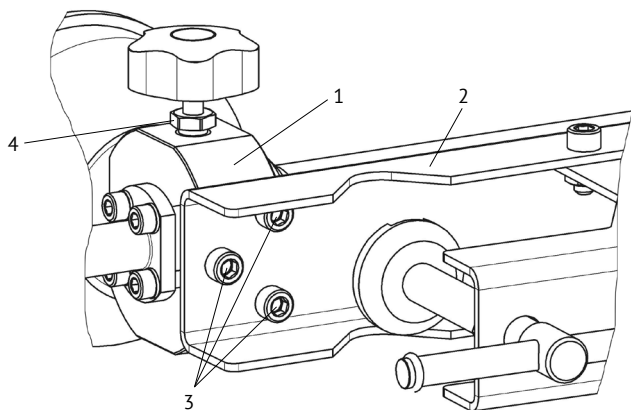

Рис. 2. Вид снизу
6.2 Присоедините *струбцину 2* (Рис. 2) к корпусу 1 тремя винтами 3.
7.13 Для компактной переноски пресса выверните ручки *штурвала 6*. Отсоедините *струбцину 2 (Рис. 2)* от корпуса *пресса 1*, вывернув *винты 3*.
| Подтекание из-под гайки вентиля рампы | Слабо затянуто уплотнение иглы вентиля рампы | Подтянуть гайку 4 (Рис. 2) до устранения подтекания |